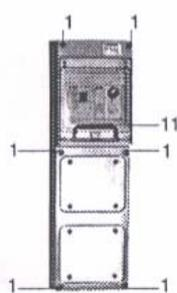

Fig. 1
**G)** riavvitare il coperchio fig. 1 inserendo le viti 1);